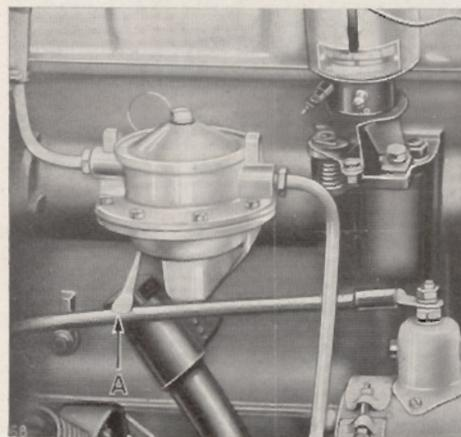

Fig. 19. — Pompe à essence. A. Levier.
**Amorçage à main.** Nous attirons tout spécialement l'attention sur "l'Amorçage à la main" qui s'effectue à l'aide d'un petit levier A (fig. 19) dont est munie la pompe à essence.